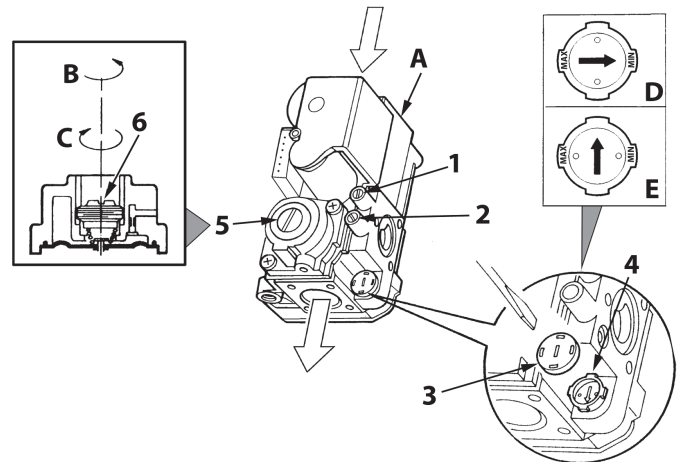

fig. 18 - Réglage de la pression
Sur la chaudière PEGASUS D LN le calibrage de la puissance doit respecter absolument la valeur indiquée sur la table des caractéristiques techniques sez. 5.3. La vanne de gaz est calibrée en usine et équipée d'un diaphragme de gaz dédié. En cas de remplacement de la vanne de gaz la vis de réglage 6 (fig. 18), doit être en fin de course.
2. Ôter le petit capuchon de protection 3 de la vanne à gaz (fig. 18). À l'aide d'un petit tournevis, régler le "STEP" d'allumage pour le gaz souhaité (G20-G25 position D fig. 1, ou G30-G31 position E fig. 18) ; remettre ensuite le capuchon.
Légende fig. 18
- Purger l'air présent dans les tuyauteries du gaz à l'aide de la prise de pression 1 de la vanne à gaz (fig. 18).